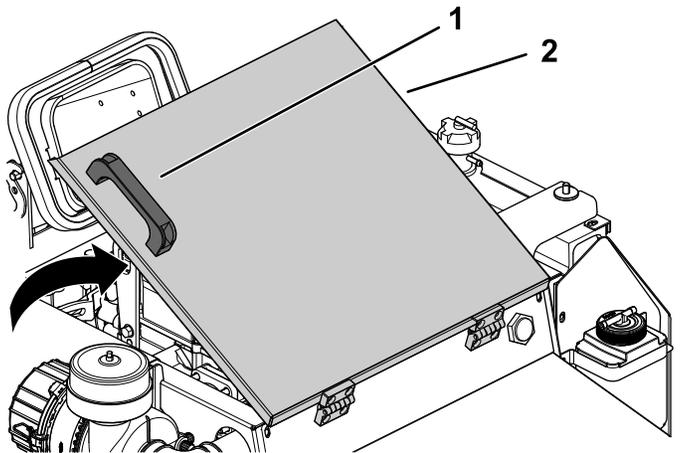

図 57
2. エンジンアクセスカバーについている取っ手でカバーを持ち上げると、エンジンにアクセスできるようになる(図57)。